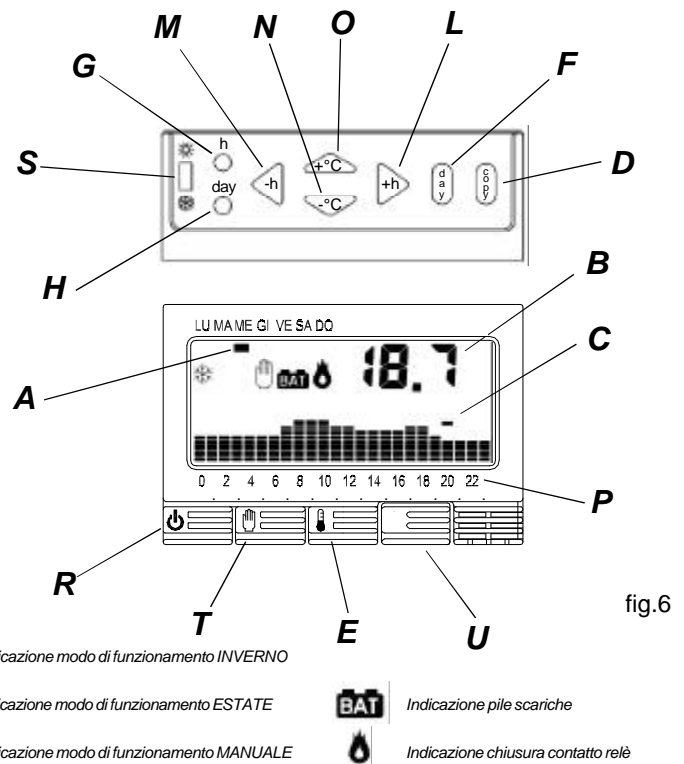

fig.6
ALBA è dotato di due soglie di scarica delle batterie. Superata la prima soglia compare il simbolo **BAT** (fig.6) mentre l'apparecchio continua a funzionare regolarmente. Al raggiungimento della seconda, ALBA blocca completamente le sue funzioni di termoregolazione mentre il display presenta solo l'ora, il giorno ed il simbolo di batteria scarica (**BAT**) lampeggianti. Durante la sostituzione delle pile i dati rimangono memorizzati per 10 minuti in assenza di alimentazione.
Per accedere facilmente a tutte le funzioni di programmazione del cronotermostato, è necessario estrarre il modulo dal cestello che lo contiene. A questo scopo premere leggermente il tasto **U** di fig.6 in modo che quest'ultimo ruoti verso l'esterno, tirare quindi il tasto stesso fino a che il modulo non si separi dal cestello. Nella parte superiore del modulo saranno ora disponibili tutte le funzioni necessarie alla programmazione (fig.6).
Particolare fondamentale dell'apparecchiatura è il display grafico che presenta un diagramma composto da 24 colonne rappresentanti le ore della giornata; l'altezza di ogni colonna indica la temperatura programmata per quell'ora. Il segmento in alto a sinistra (**A** in fig.6), muovendosi in corrispondenza delle scritte sopra esso, indica il giorno al quale si riferisce il programma. In alto a destra (**B** in fig.6) durante la programmazione viene visualizzata la temperatura programmata, durante il funzionamento normale vengono visualizzati alternativamente, premendo il tasto **E** di fig.6, l'orario o la temperatura ambiente.
Dopo aver eseguito correttamente l'installazione e alimentato il cronotermostato, posizionare il selettore **S** di fig.6 su  per il comando di apparecchiature di riscaldamento o su  per il comando di apparecchiature di raffreddamento.
Per modificare il programma standard portarsi al giorno desiderato mediante il tasto **DAY** (**F** in fig.6), e variare il grafico giornaliero utilizzando i quattro tasti centrali disposti a croce (+h, -h, +°C, -°C) fino alla visualizzazione della scritta **Init** sul display; rilasciando i tasti ALBA riparte con l'inizializzazione descritta in precedenza.
- Premendo il tasto **DAY** (**F** in fig.6) si passa al giorno seguente visualizzando il programma memorizzato (se non esiste verrà visualizzato il grafico standard) che potrà venire modificato come descritto precedentemente.
- Copiando il giorno appena programmato nel giorno successivo premendo il tasto **COPY** (tasto **D** fig.6).
Terminata la programmazione dell'intera settimana non resta che mettere in passo l'ora ed il giorno premendo, mediante uno strumento appuntito, i due tasti a scomparsa **h** e **day** (**G** e **H** in fig.6).
Da questo momento ALBA inizia il suo regolare funzionamento indicando ogni inserimento del carico (riscaldamento o condizionamento) mediante l'accensione del simbolo della fiamma sul display (fig.6).
Premendo il pulsante **T** di fig.6 il cronotermostato entra nel funzionamento manuale spegnendo il grafico (che rimane memorizzato) e accendendo il simbolo della mano (fig.6). Ora ALBA si comporta come un semplice termostato ambiente dove la regolazione avviene impostando la temperatura con i tasti **+°C** e **-°C** (**N**, **O** in fig.6). La temperatura impostata, leggibile sul display, verrà mantenuta fino a che non si uscirà dal funzionamento manuale, premendo nuovamente il pulsante **T** di fig.6.
Premendo il pulsante **R** di fig.6, ALBA manterrà attiva solo la funzione orologio disattivando tutte le altre funzioni.
Nel caso sia necessario regolare l'orologio, riaccendere il cronotermostato premendo nuovamente il tasto, dopodiché attraverso il tasto **h** a scomparsa (**G** in fig.6), provvedere alla regolazione.